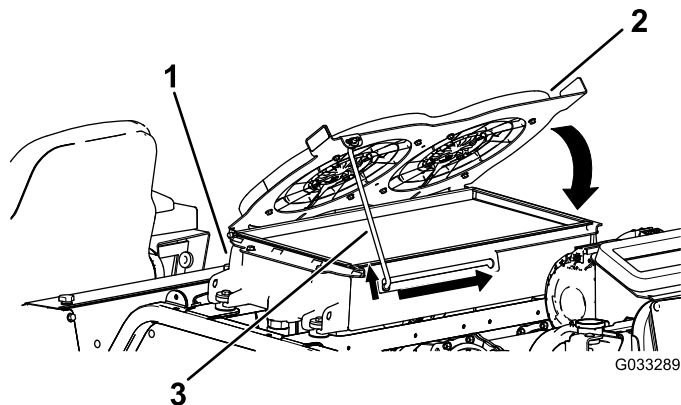

Figura 120
- Ruotate le ventole di raffreddamento idraulico verso il basso e bloccate l'asta di sostegno nella tacca (Figura 120).